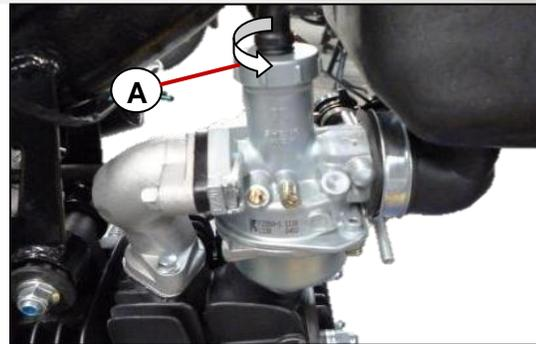

Fig. 8.53
- Retire la tapa [A] de la cortina del carburador y luego hálela hacia arriba para remover el conjunto de la cortina. **Fig. 8.53**